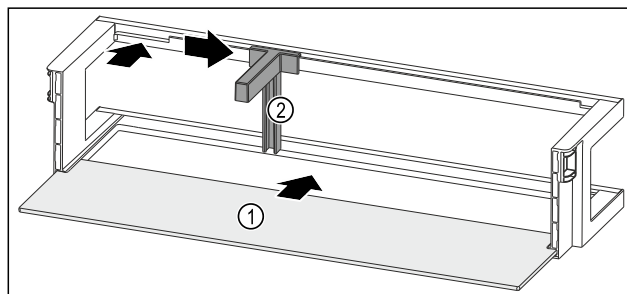

Fig. 94 Balconcino controporta con ripiano
- Inserire il ripiano Fig. 94 (1) negli incavi laterali.
- Inserire il portabottiglie Fig. 94 (2) nell'incavo.
- Far scorrere il portabottiglie Fig. 94 (2) lateralmente alla posizione desiderata.